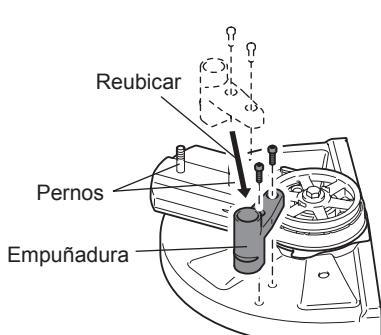
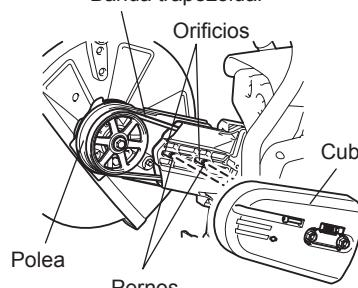

Fig. 5
Fig. 6
- (6) Recolocación de la empuñadura. (Fig. 5)
- (7) Voltee el aditamento extraído, pase el perno a través del orificio y reinstálelo en la dirección B.
- Reinstale la banda trapezoidal a la polea. (Fig. 6)